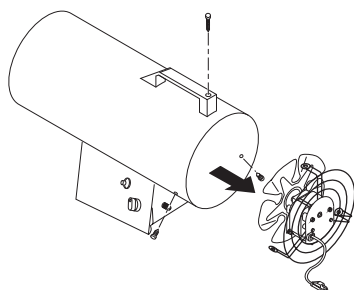

Figura 10 - Extracción del motor y del resguardo del ventilador del calentador
2. Extraiga el motor y el resguardo del ventilador de la cubierta del calentador (consulte la figura 10).
2. Extraiga el motor y el resguardo del ventilador de la cubierta del calentador (consulte la figura 10, en la página 7).